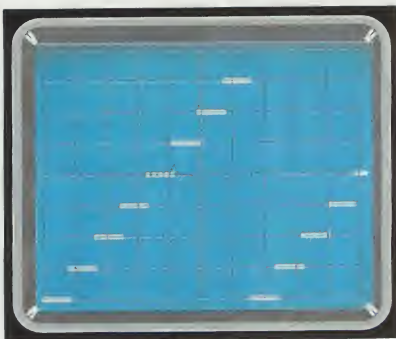

Fig.22 Come abbiamo già accennato, il cursore del trimmer R11 va tarato in modo da ottenere sullo schermo 7 gradini distanziati esattamente da 1 quadretto.
Questo trimmer serve per variare l'ampiezza della **rampa a gradini** in modo da ottenere sul terminale **TP1** un segnale di **7 volt** di ampiezza, corrispondente a **7 quadretti** come visibile in fig.22.
Fig.25 Per ottenere sullo schermo del vostro oscilloscopio una completa rampa a gradini, come quella visibile in fig.22, portate il commutatore della base dei tempi, contrassegnato dalla scritta TIME/DIV., sulla posizione 5 mS (corrispondenti a 5 millisecondi), come evidenziato in figura.
– Ora ruotate il cursore del **trimmer R11** fino a quando l'ampiezza della rampa, e quindi la distanza tra il **primo** e l'**ultimo trattino**, non sarà uguale a **7 quadretti** (vedi fig.22).